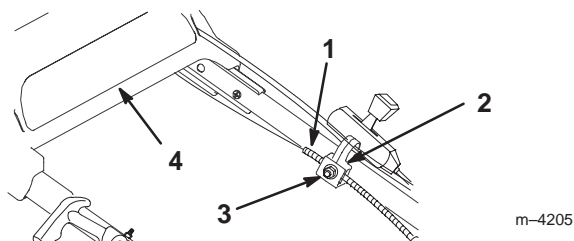

Figure 19
2. Desserrez l'écrou du support de guidage du câble (Fig. 19).
7. Serrez l'écrou du support de guidage du câble (Fig. 19).